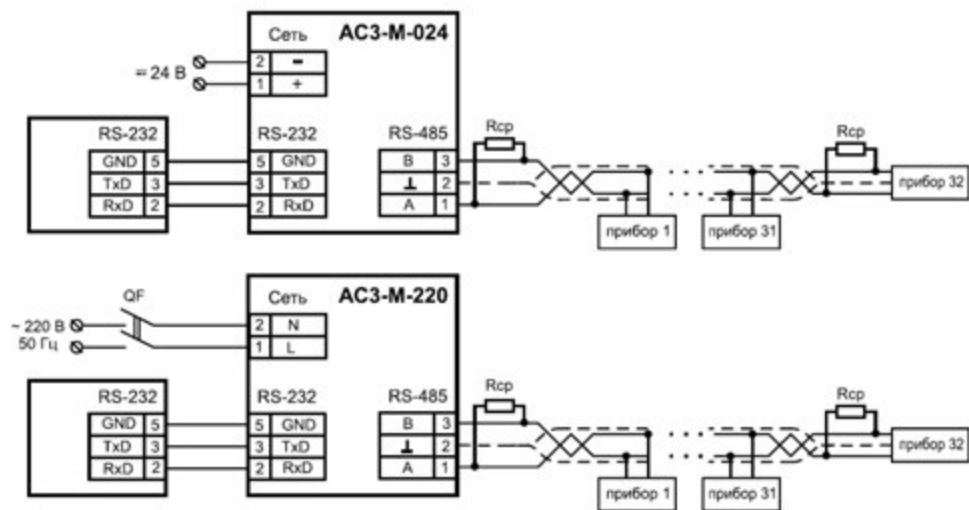

Рисунок 6.1 – Схемы подключения AC3-M
6.2 Подключение кабелей сигнальных цепей и сетевого напряжения выполнять в соответствии со схемой подключения прибора в зависимости от его модификации (рисунок 6.1.)